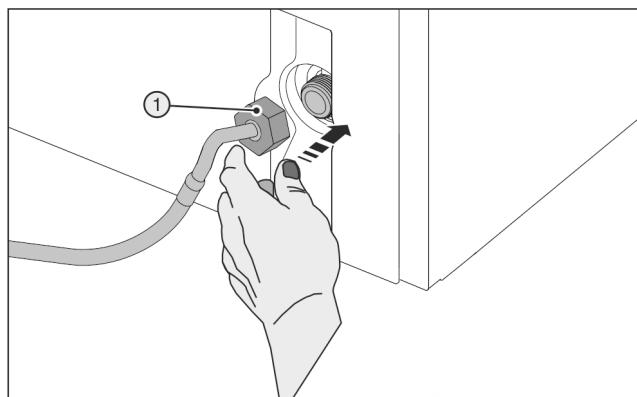

Fig. 29
- Обережно одягнути гайку Fig. 29 (1) і закрутити на різьбу.
- Обережно одягти гайку Fig. 29 (1) і накрутити двома пальцями на нарізку до досягнення міцної надійної посадки.
- Допоміжний інструмент (5) використовувати тільки при кімнатній температурі.
- Затягувати гайку Fig. 29 (1) за допомогою допоміжного інструменту (5) за годинниковою стрілкою, доки не буде досягнуто максимального моменту затяжки і допоміжний інструмент (5) не почне прокручуватися.